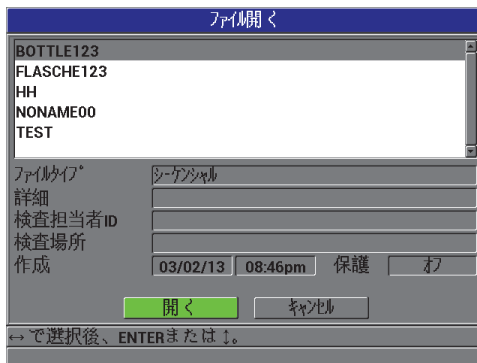

図 7-9 ファイルを開く
2. ファイル開く画面で（120 ページ図 7-9 参照）、開きたいファイルをリストから選択し、[ENTER] を押します。